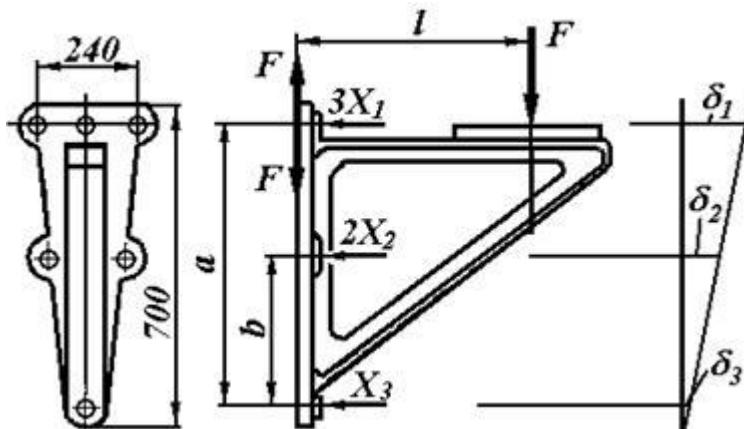

Рис.53
Приближенно рассчитать (рис.53): а) болты, крепящие к стене кронштейн, на котором установлен электромотор; б) удельное давление на стену.
6. Площадь плиты кронштейна составляет примерно (размеры кронштейна см. на рис.53)